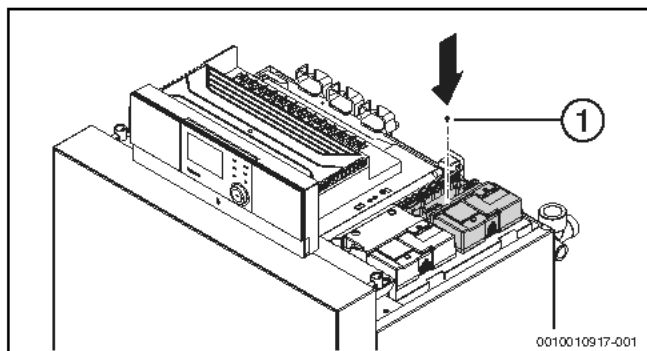

Bild 34 Funktionsmodul verschrauben
- Funktionsmodul mit Modulträger verschrauben (→Bild 34).